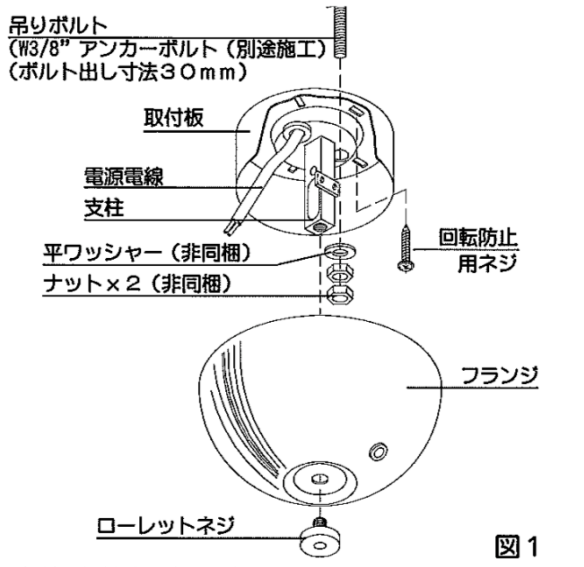

図1
1. ローレットネジをゆるめてフランジをはずしてください。（図1）
6. フランジを押し上げ、ローレットネジを締め上げてフランジを固定してください。（図1）